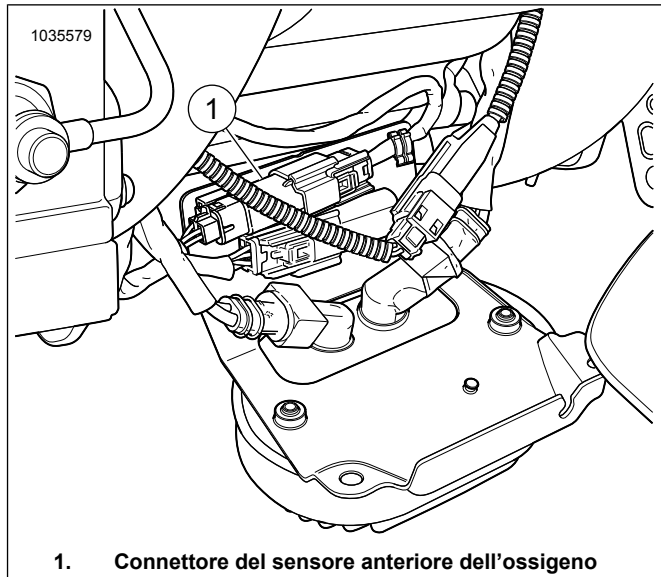

Figura 32. Posizione del sensore anteriore dell'ossigeno
Vedere Figura 32 Aprire il coperchio del regolatore di tensione anteriore e scollegare il connettore del sensore dell'ossigeno anteriore (1). Rimuovere il corpo del connettore dal pannello elettrico.